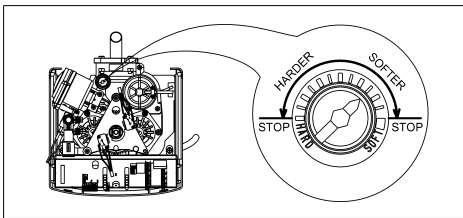

Abb. 6: Einstellen der Verschneidung
(24) die Markierung „1“ anliegt und der rechte elektrische Nockenschalter (22) in seine Ausgangsstellung zurückschnappt.
- e) Einstellschraube (19) für die Verschneidung (Beimischung von hartem Wasser) so verdrehen, dass das Wasser nach dem Enthärter die gewünschte Härte - im Normalfall ca. 8 °dH - hat. Die Härtemessung des Wassers wird mit einem Härteprüfgerät durchgeführt. Die Einstellschraube darf nur etwa 1 mm aus dem Gehäuse herausragen. Der Einstellbereich beträgt eine halbe Umdrehung. Pro Teilstrich ändert sich die Mischwasserhärte um 1 °dH - 2 °dH (siehe Abb. 6).